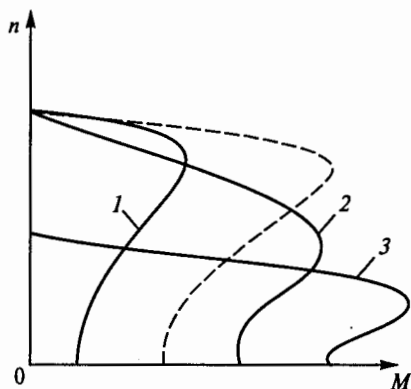

Рис. 221
**9.38.** Естественная механическая характеристика асинхронного двигателя показана на рис. 221 штриховой линией. Указать, какой вид (1...3) будет иметь искусственная механическая характеристика, если в цепь ротора ввести добавочное сопротивление.